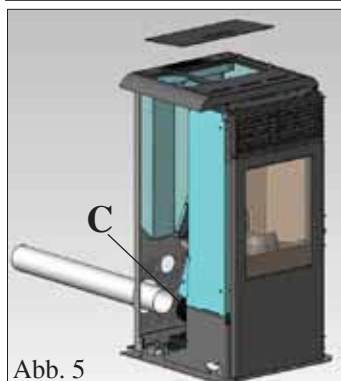

Abb. 5
- Schraube an der Oberseite entfernen (siehe Abb. 5 auf S. 9)
Das (nicht im Lieferumfang enthaltene) Rauchabzugsrohr hinten am Stutzen der Rauchschnecke anschließen (C- Abb. 5), dazu die im Lieferumfang enthaltene Montageschelle verwenden. Auf diese Weise das (nicht im Lieferumfang enthaltene) Rohr einfach durch die Öffnung an der Unterseite der Rückwand aus Blech verlegen (Abb. 5).